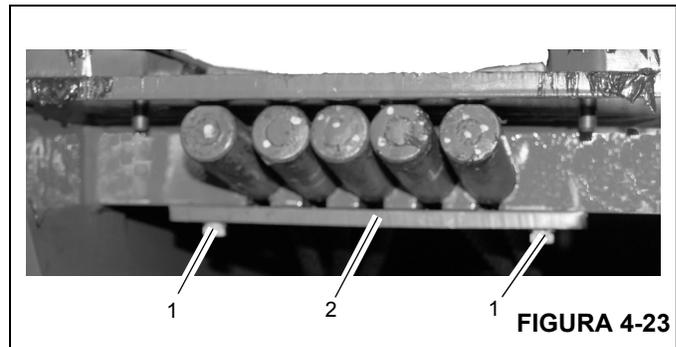

FIGURA 4-23
fixe-as com a placa de retenção (2), os parafusos e as arruelas (1) (Figura 4-23).